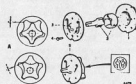

Abb. A.20
- (4) Der Pumpendeckel ist auf dem Pumpengehäuse durch zwei Pfastifte und eine Schraube gesichert. Nach Herausdrehen der Schraube läßt sich die Pumpe für Kontrollzwecke und falls erforderlich Ersetzen von Bestandteilen zerlegen.
(5) Rotoren in Pumpengehäuse einsetzen.
(6) Ein Lineal über die Transfengfläche des Pumpengehäuses legen und Spalt zwischen Rotorenoberfläche und Unterseite des Lineals messen. Dieser Spalt darf 0,127 mm (0,005") nicht übersteigen. Bei zu großem Spalt läßt sich dieser Zustand berichtigen, indem die beiden Pfastifte entfernt werden, worauf die Transfengfläche des Pumpengehäuses nachgelagert werden kann.
(7) Rotoren in Pumpengehäuse einsetzen und Spiel an den Motorflügeln messen, wenn diese sich in der in Abb. A.20 dargestellten Lage befinden. Beträgt das Spiel